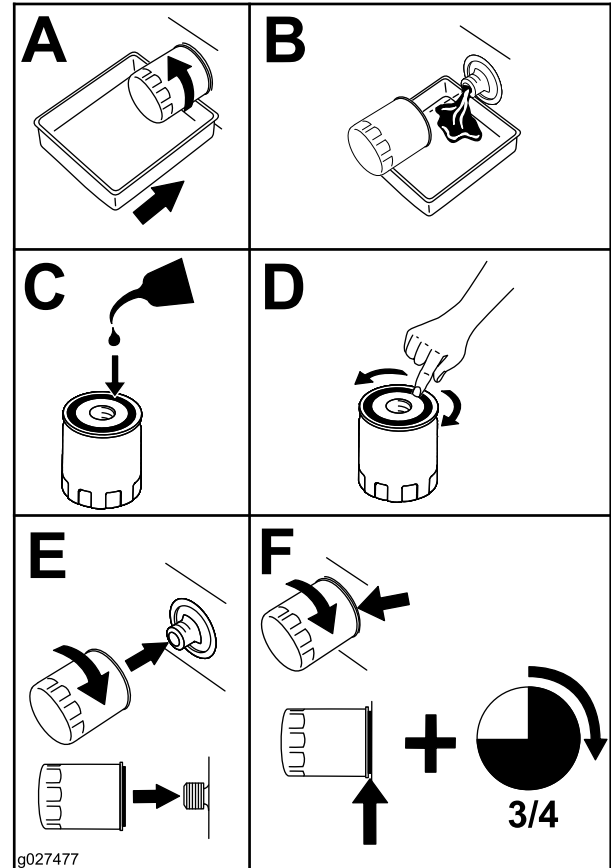

Bild 45
- Wechseln Sie den Motorölfilter (Bild 45).